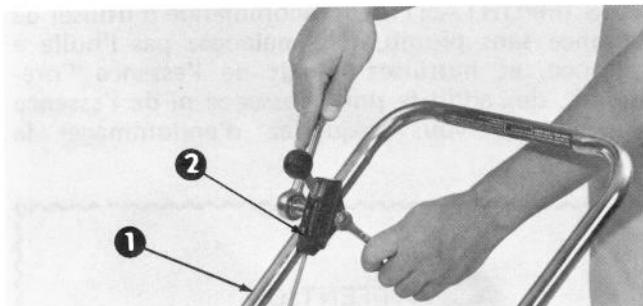

Figure 3
- 3. Boulonnez la manette de commande des gaz sur la section supérieure du guidon, du côté droit, sur la face interne (Fig. 3).